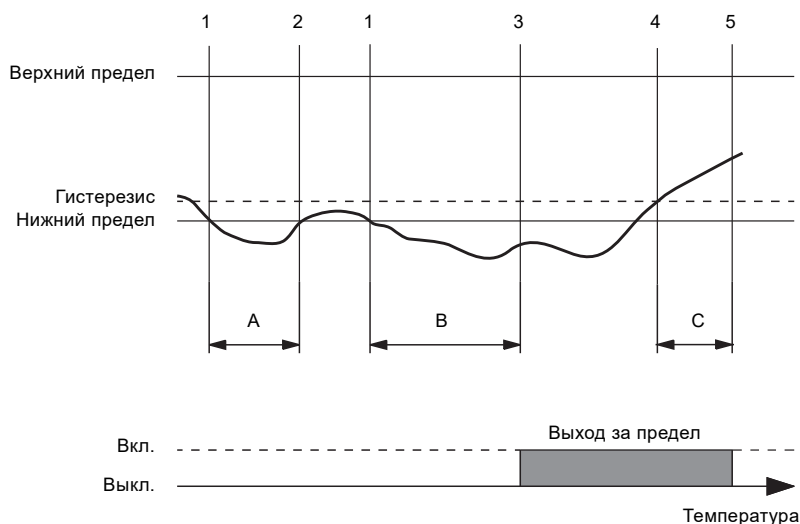

Рис. 125 Пример выхода за нижний предел
Данная функция является функцией контроля. Она выдаёт информацию, предупреждение, аварийный сигнал или осуществляет смену режима работы при превышении нижнего или верхнего предельного значения. См. рис. 125.
Таймер задержки обнаружения запускается при выходе за предельное значение (1). См. рис. 125.
- А: Если по завершении периода обнаружения предельное значение больше не превышено (2), показание таймера сбрасывается.
- В: Если по завершении периода обнаружения предельное значение всё ещё превышено (3), выходной сигнал детектора изменится на "Выход за предельное значение". Таймер задержки сброса запускается, когда выходной сигнал детектора находится в состоянии "Выход за предельное значение", а выход за предельное значение уже не выполняется с учётом гистерезиса (4).
- С: После окончания периода задержки (5) выходной сигнал детектора меняется на состояние "Выход за предельное значение отсутствует".